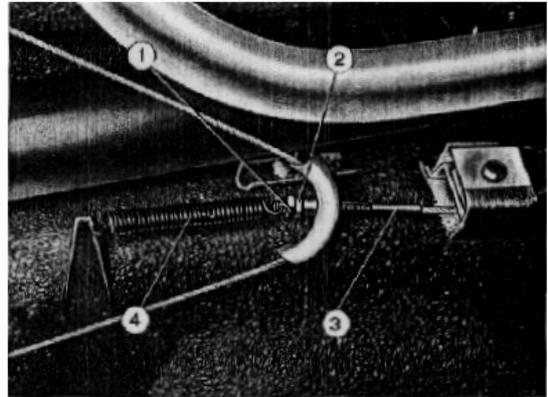

Fig 8. Tendeur de frein à main.
- desserrer le contre-écrou (1,fig.8) de fixation du tendeur et agir sur l'écrou (2) de réglage de façon telle que le câble est tendu correctement si la voiture est bloquée par un déplacement de trois détentes du levier de commande.